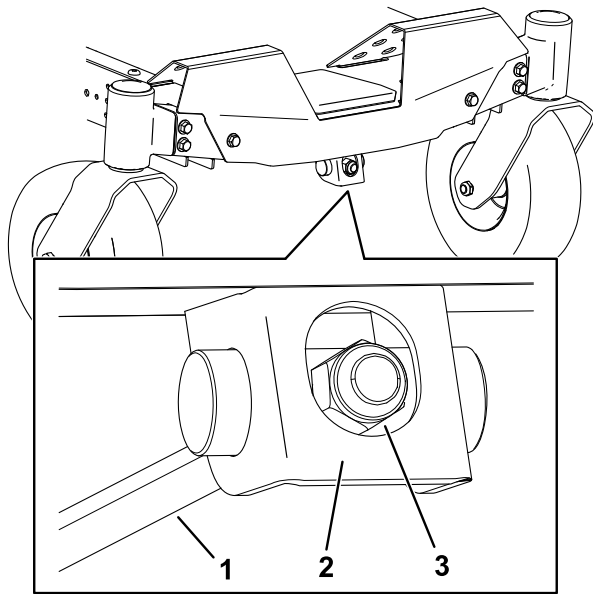

Figura 68
1. Gire la tuerca de ajuste de la parte delantera del cortacésped (Figura 68).